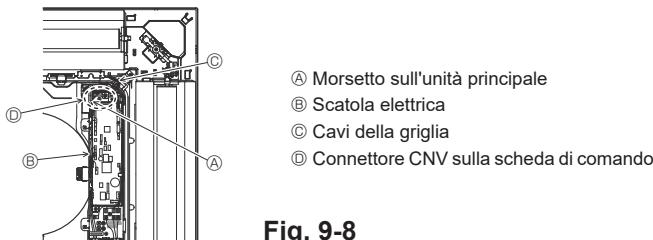

**Fig. 9-6**
### 9.4.2. Installazione temporanea della griglia (Fig. 9-6)
- Serrando le viti preinstallate, fissare la griglia all'unità principale. (Fig. 9-6)
Assicurarsi che non vi sia alcuno spazio vuoto tra l'unità principale e la griglia o tra la griglia e la superficie del soffitto. (Fig. 9-6)